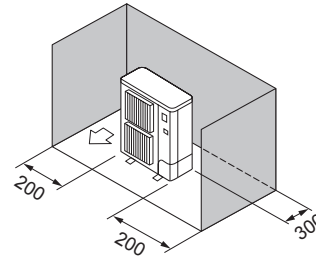

Fig. 2-8
- ③ Enbart hinder på baksidan och sidorna (Fig. 2-8)